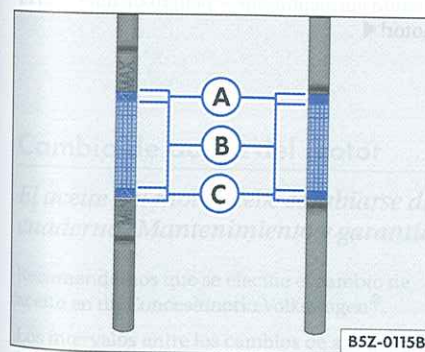

Fig. 113 En el vano motor: varilla de medición del nivel de aceite
– Vuelva a retirar la varilla de aceite y controle el nivel del aceite en el extremo inferior de la varilla ⇒fig. 113.
Si el nivel de aceite se encuentra en la zona ⇒fig. 113 (A), no debe hacer el reabastecimiento de aceite.
– Luego que el nivel de aceite alcance por lo menos la zona (B) ⇒página 163, fig. 113, cierre cuidadosamente la tapa del bocal de abastecimiento.
Si el nivel de aceite se encuentra por encima de la zona (A) ⇒página 163, fig. 113, no arranque el motor – ¡peligro de daños en el catalizador y en el motor! Entre en contacto con un Concesionario Volkswagen®.